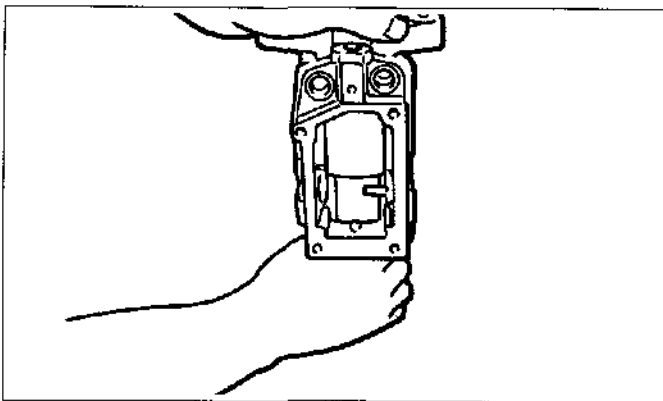

Figura 12-26
(3) Con el soporte de la bomba de alimentación presionado contra la bomba de alimentación, coloque la caja de la bomba hacia arriba. (Vea la figura.12-26)